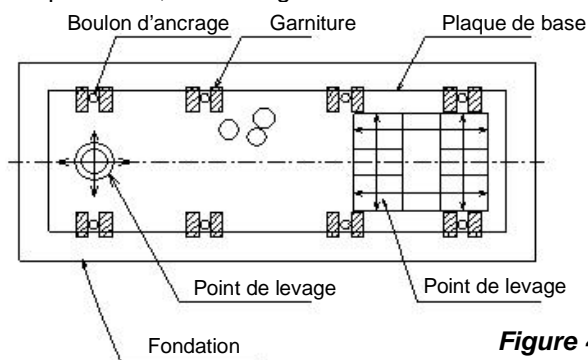
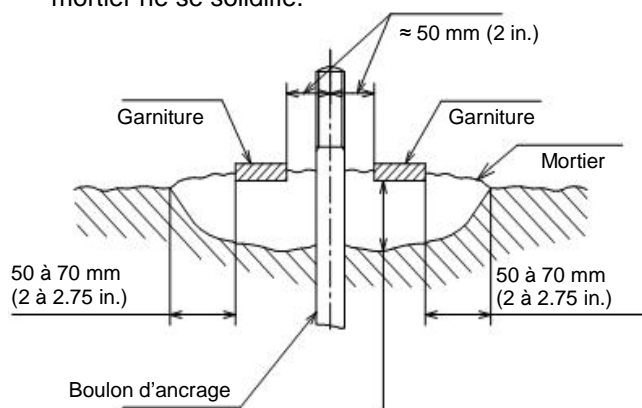

Figure 4-1
Figure 4-3
- Construisez des lits de mortier pour installer les garnitures parallèles, comme illustré dans la figure 4-3. Pour le positionnement des garnitures parallèles, voir les figures 4-1 et 4-2.
- c) Installez les garnitures parallèles sur les lits de mortier, près des trous de boulons d'ancrage (comme illustré sur la figure 4-3). Ajustez le niveau des garnitures parallèles avant que le mortier ne se solidifie.